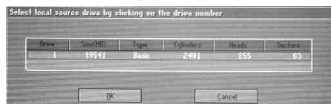
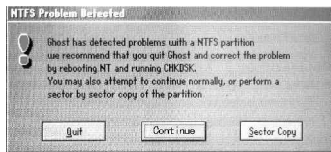

图2 本机硬盘信息
图3 NTFS 格式的警告窗口
1. 运行 Ghost 软件，用“TAB”键和“回车键”来控制选择“Local→partition→to Image (到镜像)”项，此时会出现本机硬盘信息（图2）。如果硬盘分区是 FAT32 则直接到下一步。假如硬盘分区是 NTFS 格式，就会出现一个错误警告窗口，按下“OK”按钮就出现 NTFS 格式问题的具体警告窗口，同时会有“Quit”（退出）、“Continue”（继续）和“Sector Copy”（分区拷贝）供你选择（图3），这里选择“Continue”。